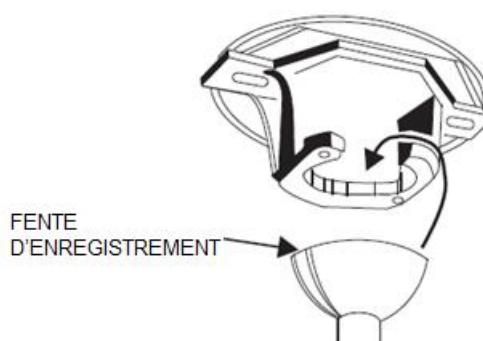

Fig. 6
- Soulever le ventilateur sur le support de montage. S'assurer que le logement de calage du palier de suspension est positionné sur le butoir du support de montage afin de prévenir la rotation du ventilateur lorsqu'il est en fonctionnement. (Fig. 6)